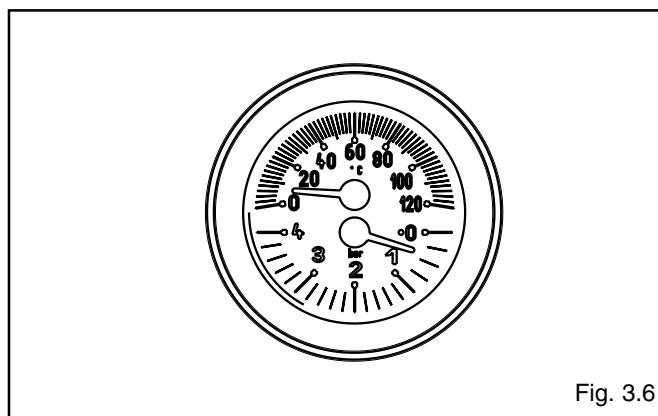

Fig. 3.6
- abrir el tapón del purgador automático (A) 2 vueltas
- abrir la llave de llenado del circuito (B) hasta que la presión indicada en el termohidrómetro llegue hasta 1 bar (fig. 3.6).